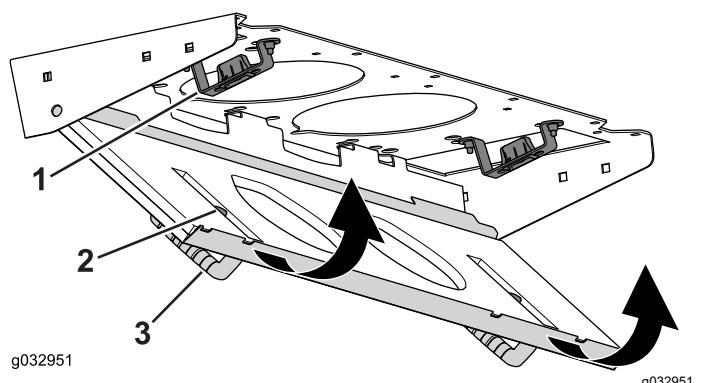

Bild 88
4. Drehen Sie den Filterschirm um die Laschen, bis der Riegel in die Riegelhalterung (Bild 88) einrastet.